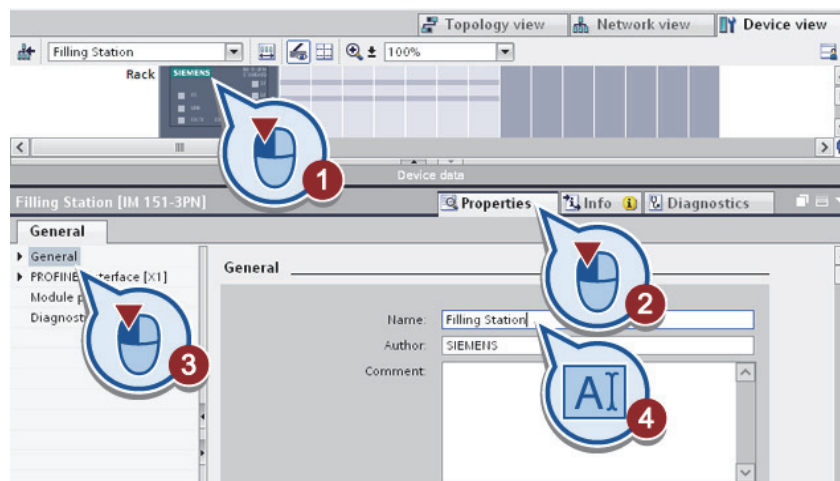

Рис. 1.14. Замена имени
– выберите DP вспомогательное устройство, во вкладке «General» измените имя модуля на «Filling Station» (рис. 1.14);